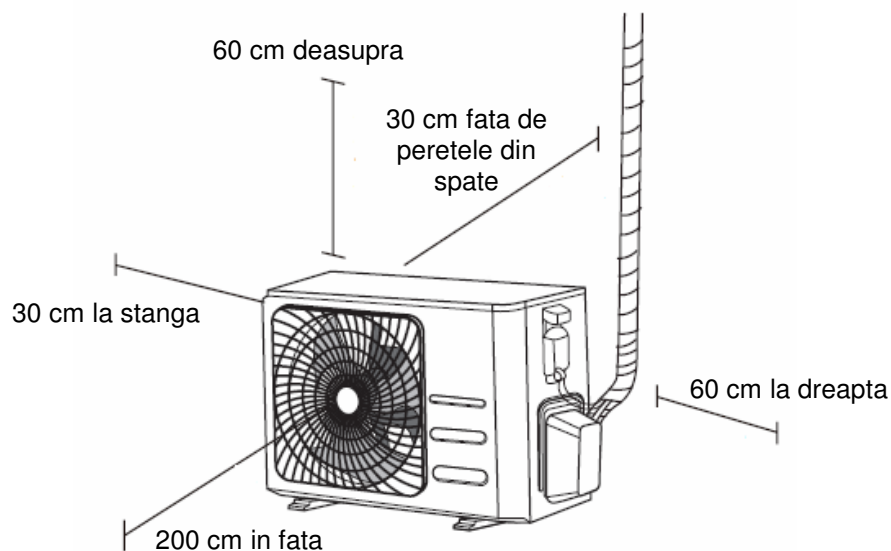

Fig. 4.1
- ✓ Indeplinesc toate cerintele spatiale indicate in sectiunea Cerinte referitoare la spatiu (**Fig. 4.1**)